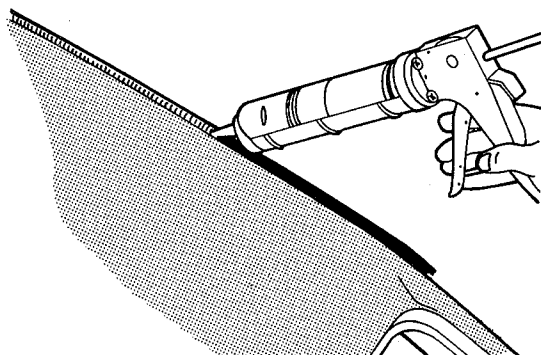

fig. 44
10. Aplicar primer anticorrosivo em toda a extensão da calha e, a seguir, efetuar a aplicação de composto vedador para juntas metálicas (fig. 44)